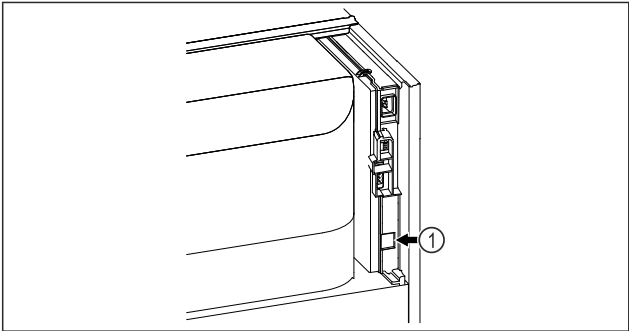

Fig. 96
- ☐ SmartModule Fig. 96 (1) 已使用。